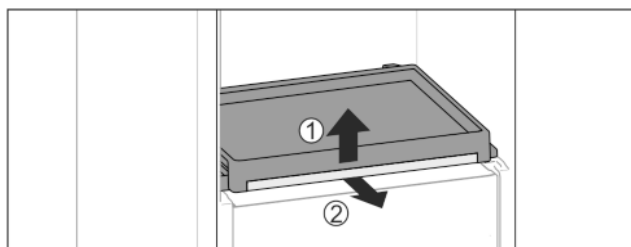

Fig. 37
- ▶ Wyjmowanie wysuwanej półki oraz szklanej płyty: Podnieść lekko szklaną płytę z przodu Fig. 37 (1) i wyciągnąć do przodu Fig. 37 (2).